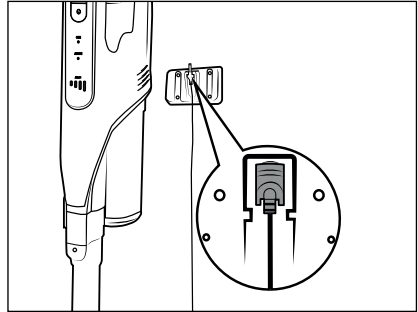

Fig. 6
- ◆ Insérez l'aspirateur par le haut dans le support mural **18**, afin que la fiche creuse **11** glisse dans la prise de recharge **3** en dessous de l'appareil. L'indicateur de batterie **27** se met à clignoter et la recharge débute (voir fig. 6 et 7).